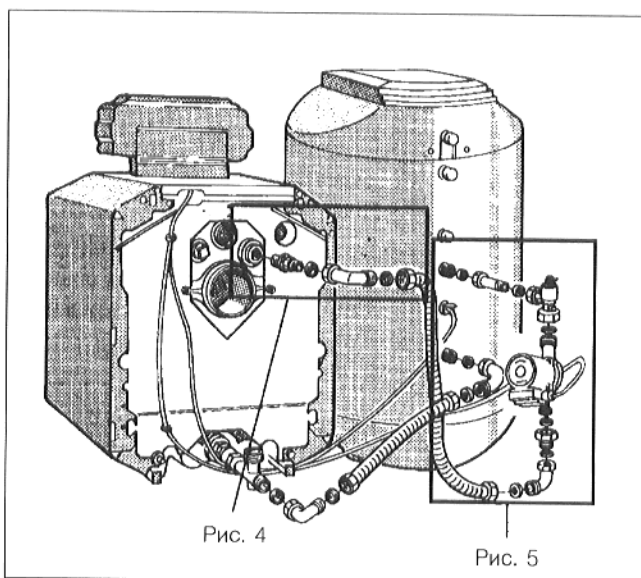
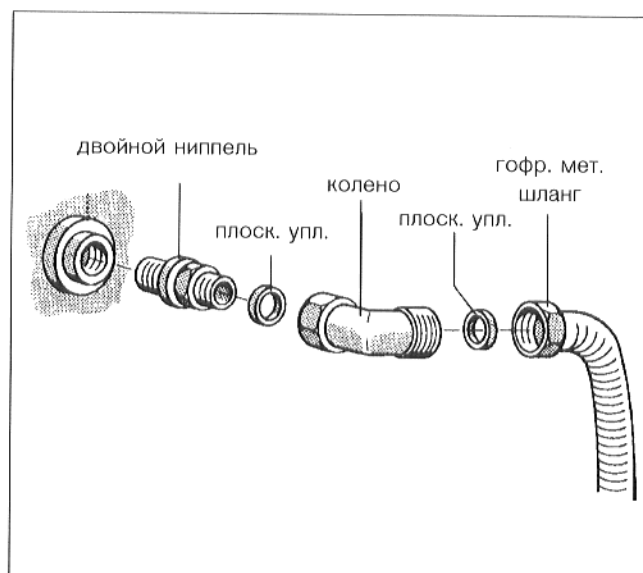
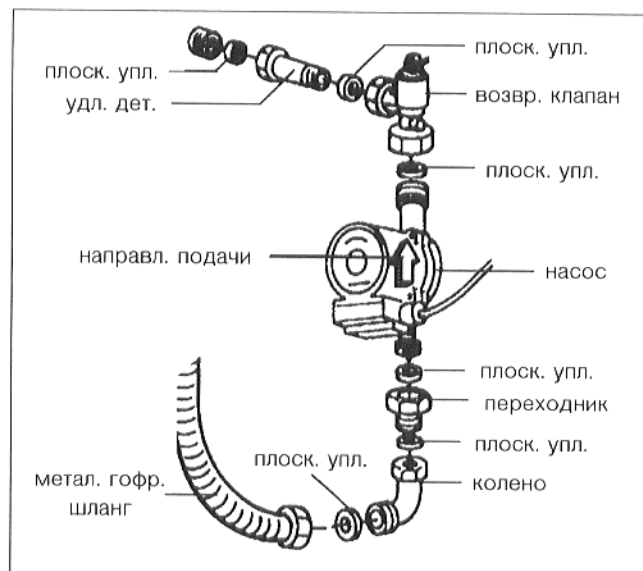

Рис. 3
Рис. 4
Рис. 5
- Ввинтить двойной ниппель в отверстие подводящей линии у отопительного котла (рис. 3, рис 4).
- Вложить плоское уплотнение в накидную гайку колена и привинтить колено к двойному ниппелю (рис. 3, рис. 4).
- Вложить плоское уплотнение в накидную гайку гофрированного металлического шланга подводящей линии (длинный шланг), придать шлангу надлежащую форму и привинтить к колену. (рис. 3, рис. 4).
- Вложить плоское уплотнение в накидную гайку удлинительной детали и привинтить удлинитель к подводящей линии бойлера (рис. 3, рис. 5).
- Вложить плоское уплотнение в накидную гайку возвратного клапана и привинтить возвратный клапан к удлинительной детали (рис. 3, рис. 5).
- Вложить плоское уплотнение для насоса (Ø 44 x 28 x 2) в другую накидную гайку возвратного клапана и привинтить заправочный насос бойлера к возвратному клапану. Направление подачи должно показывать вверх. (рис. 3, рис. 5).
- Вложить второе плоское уплотнение для насоса (Ø 44 x 28 x 2) в переходник и привинтить переходник к всасывающему патрубку заправочного насоса бойлера (рис. 3, рис. 5).
- Вложить плоское уплотнение во вторую накидную гайку гофрированного металлического шланга и привинтить шланг к переходнику (рис. 3, рис. 5)